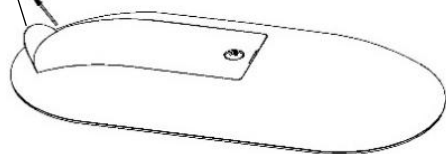

Abb. 5a
1. Entfernen Sie bei der erstmaligen Benutzung der Fernsteuerung die Batteriefolie vor dem Gebrauch. (Abb. 5a)